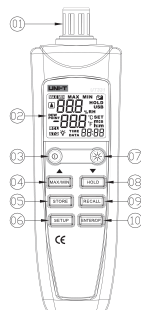

Figure 1
- Meter Structure(See Figure1)